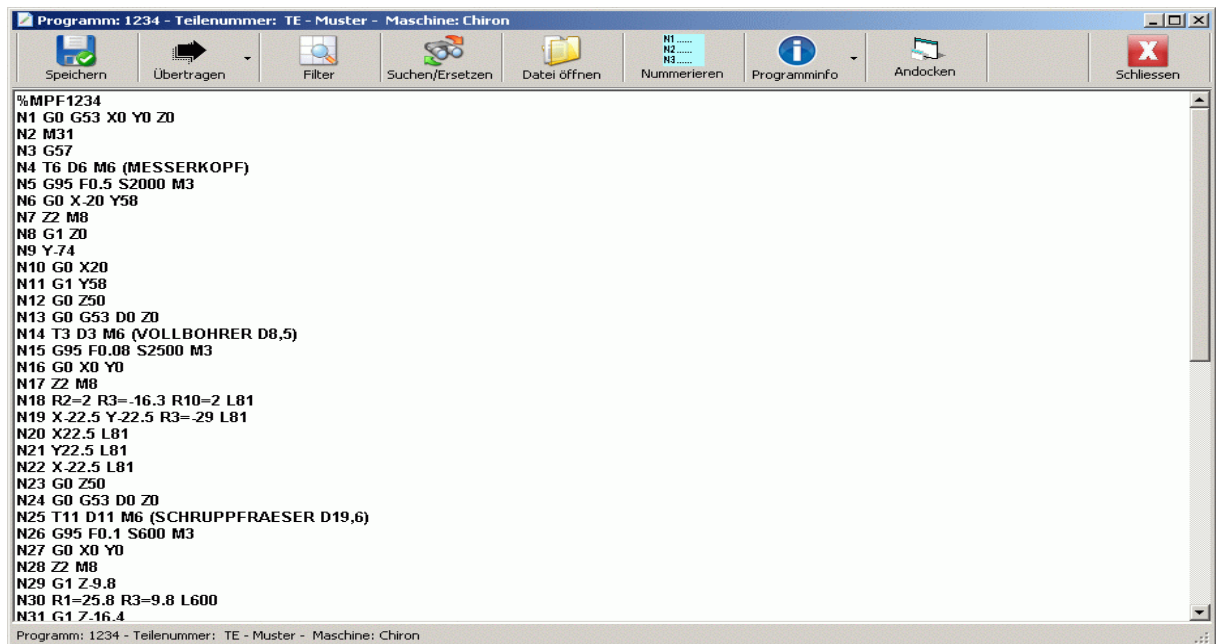

Abbildung 10.1: Extern geöffnetes Programm
10.2. Sie können Programme auch extern öffnen. Markieren Sie hierzu ein Programm aus der Tabelle und klicken auf ‚Öffnen‘. Die maximale Anzahl der extern geöffneten Programme hängt von den Ressourcen Ihres Computers ab (in der Regel mehr als 50 Programme). Wenn bereits vier Programme andockt sind und Sie ein weiteres andocken möchten, öffnet sich das Programm in einem externen Fenster s. h. Abbildung 10.1. Bei geöffneten externen Fenstern sehen Sie in einer Liste in der Hauptanwendung alle extern geöffneten Fenster s. h. Abbildung 10.3.